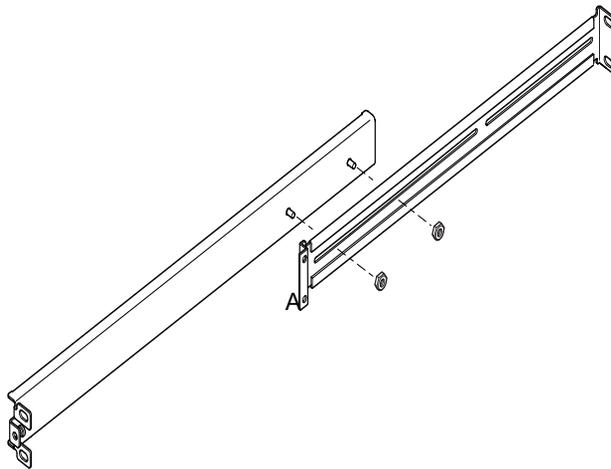

FIGURE 5-3 Placement des supports guidés pour un châssis standard de 19 pouces de largeur
- Pour un châssis standard de 19 pouces de largeur, elle doit se trouver à l'avant (voir la FIGURE 5-3).